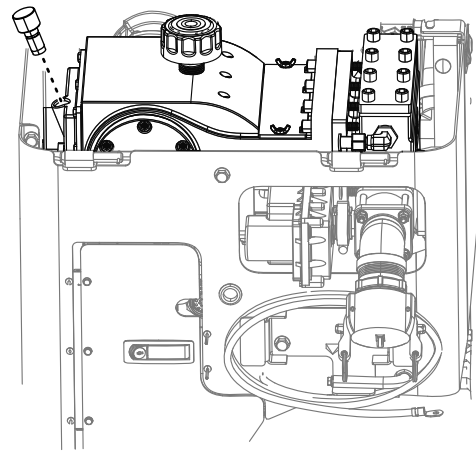
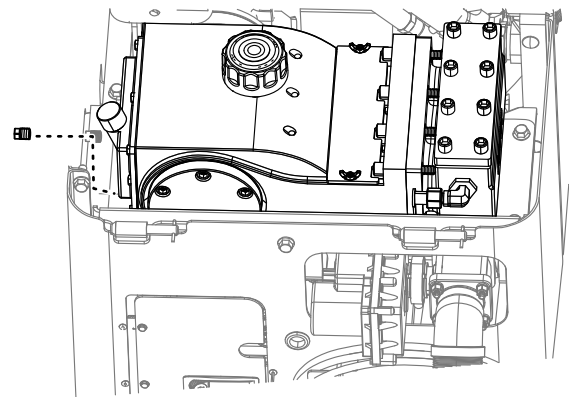

Figura 116
Figura 117
3. Retire la varilla de aceite (Figura 116).
4. Asegúrese de que el nivel de aceite llega a la línea de llenado de aceite (Figura 116).
4. Retire el tapón de vaciado y coloque un recipiente debajo del orificio del tapón de vaciado (Figura 117).
6. Deje fluir todo el aceite al recipiente (Figura 117).
8. Retire el tapón de llenado de aceite (Figura 117) y añada aproximadamente 1.9 litros (2 cuartos US) de aceite, hasta que el aceite llegue a la línea de llenado de aceite de la varilla, según se muestra en la Figura 116.